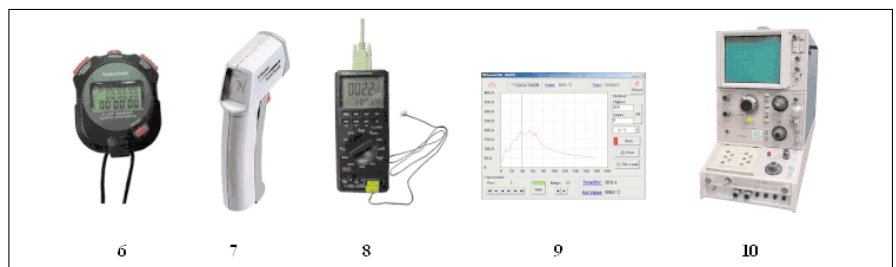

Bild 3: Optionale Ausrüstung
► **7. Infrarot-Temperatursonde:** Ein kostengünstiger, berührungslos arbeitender Infrarot-Temperaturfühler wurde zum Überprüfen der Löttemperatur benutzt, was jedoch zum Erzielen guter Ergebnisse nicht unbedingt notwendig ist. Bild 3 zeigt ein Raytek MT4 für etwa 50 €.